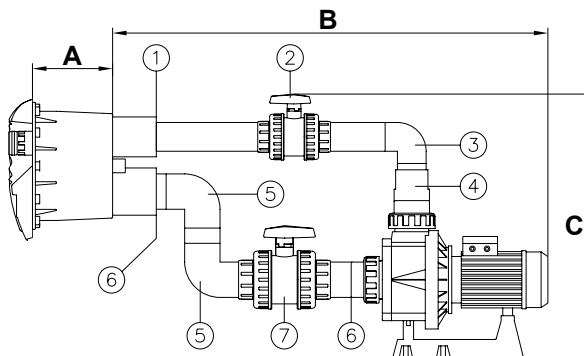

Fig. 6
- Coller la bride réduite de 75x63 mm. (n° 1, fig. 6) sur la prise d'impulsion du boîtier (voir fig. 6).
- Coller un tube de 63mm. Ø (*) à la bride réduite (n° 1, fig. 6).
- Coller la valve de 63mm. Ø (n° 2, fig. 6) au tube de 63mm. Ø (*).
- Coller tube de 63mm. Ø (*) à la valve de 63mm. Ø (n° 2, fig. 6).
- Coller le coude de 63mm. Ø (n° 3, fig. 6) au tube de 63mm. Ø (*).
- Coller le tube de 63mm. Ø (*) au coude (n°3, fig.6).
- Coller la réduction conique 90/75/63 mm. (n°4, fig. 6) au tube de 63mm. Ø (*) et au raccord de la pompe de 90mm. Ø.
- Coller la bride réduite de 90x75 mm. (n° 6, fig. 6) sur la prise d'aspiration du boîtier (voir fig. 6).
- En utilisant un tube de 75mm. Ø (*), coller un coude de 75mm. Ø (n° 5, fig. 6) à la bride réduite (n° 6, fig. 6).
- En utilisant un tube de 75mm. Ø (*) on unira l'autre coude de 75mm. Ø (n°5, fig. 6) au coude déjà collé (voir fig. 6).
- Coller la valve de 75mm. Ø (n°7, fig. 6) au coude (n° 5, fig. 6) en utilisant un tube de 75mm. Ø (*) pour les réunir.
- Coller un tube de 75mm. Ø (*) à la valve (n° 7, fig. 6).
- Coller une bride réduite 90x75 mm. (n° 6, fig. 6) au tube de 75mm. Ø (*) et au raccord de la pompa de 90mm. Ø.